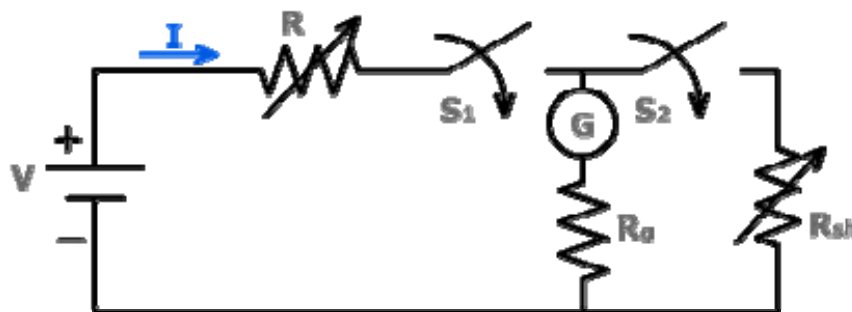

Figura 4.4
- e. Para medir la resistencia interna del galvanómetro  $R_g$  instale el circuito de la figura 4.4, donde  $R$ ,  $V$ ,  $G$ , y  $R_g$  ya han sido descritos anteriormente y  $R_{sh}$  (Resistencia shunt ó puente) es un reóstato que permite medir indirectamente la resistencia del galvanómetro;  $S_1$  y  $S_2$  que funcionan como interruptores son dos conductores que se interrumpen. Con el interruptor  $S_1$  cerrado y el  $S_2$  abierto lleve la aguja del galvanómetro nuevamente a la posición de plena escala.